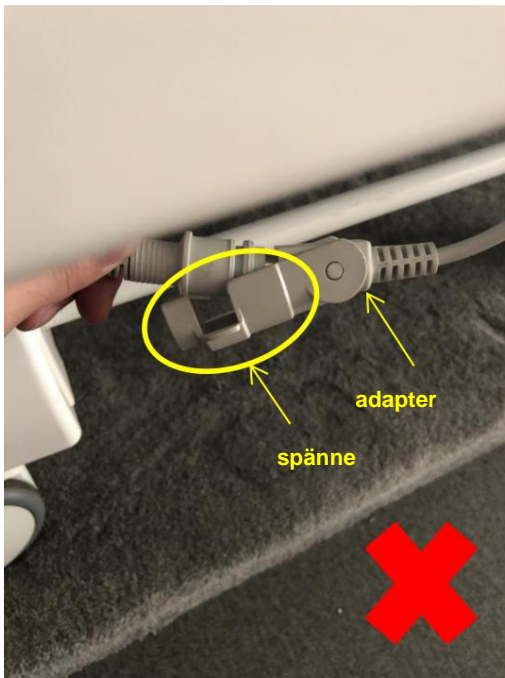

Bild. 2-2
B. Kontrollera metod: följ fotplattans anslutningslinje, hitta fotplattans adapterryse bild 2-2;
C. Problembestämmning: spännet är löst, som på bild 2-2 lås spännet; stiftkärnor är deformerade, med hjälp av en platt skruvmejsel korrigera stiftkärnor, se till att den är ordentligt ansluten till adaptern;